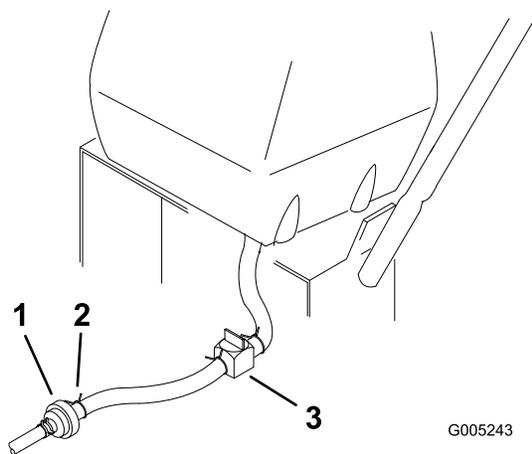

Figure 34
2. Fermez le robinet d'arrivée de carburant sur le réservoir (Figure 34).
3. Pincez les extrémités du collier de fixation et poussez le collier en haut de la conduite d'alimentation, à l'opposé du filtre à carburant (Figure 34).
4. Débranchez la conduite d'alimentation du filtre à carburant (Figure 34). Ouvrez le robinet d'arrivée de carburant et laissez l'essence s'écouler dans un bidon ou un bac de vidange.
3. Fermez le robinet d'arrivée de carburant sur le réservoir (Figure 34).
7. Ouvrez le robinet d'arrivée de carburant sur le réservoir (Figure 34).